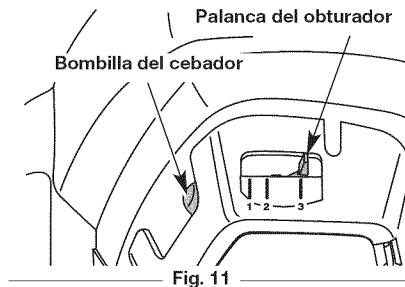
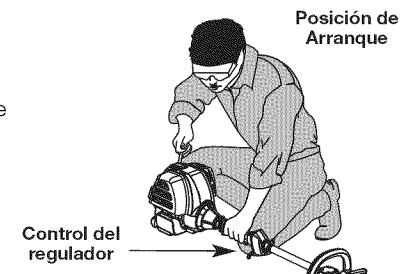

Fig. 11
Fig. 12
**ADVERTENCIA:** Evite los arranques accidentales. Colóquese en posición de inicio cuando tire de la cuerda de arranque (Fig. 12). El operador y la unidad deben estar en una posición estable al arrancar la unidad para evitar graves lesiones personales.
- Oprima completamente el cebador y suéltelo 10 veces. Hágalo lentamente. Se deberá ver un poco de combustible en el cebador y en las tuberías de alimentación de combustible (Fig. 11). Si no puede ver el combustible en el cebador, oprímalos y suéltelos tantas veces como sea necesario hasta que vea combustible en el mismo.
- Coloque la palanca del obturador en **Posición 1** (Fig. 11).
- Agáchese en posición de arranque (Fig. 12). Oprima la traba del regulador hacia adentro y apriete la palanca de control del regulador. Hale el cordón de arranque 5 veces.
- Coloque la palanca del obturador en **Posición 2** (Fig. 11).
- Mantenga apretado el control del regulador, ponga la palanca del obturador en la **Posición 3** (Fig. 11) y haga funcionar la unidad durante 60 segundos más. La unidad se puede usar durante este paso.
**SI...** el motor funciona con fallas, vuelva a colocar la palanca del obturador en la **Posición 2** (Fig. 11) y continúe calentando el motor.
**SI...** el motor no arranca después de unos cuantos intentos, coloque la palanca del obturador en la **Posición 3**, y oprima el gatillo. Apriete y mantenga apretado el botón de **ENCENDIDO (I)** del arrancador eléctrico o taladro a intervalos de 2 segundos hasta que la unidad arranque.
- Crouch in the starting position (Fig. 12). Place the electric starter or power start bit into the back of the unit. Refer to the *Operation section of the Electric Starter or Power Start Bit™* operator's manual.
- Presione el cierre de la válvula reguladora adentro y exprime completamente la palanca de mando de válvula reguladora. Presione y sostenga el arranque eléctrico o perfora ARRANQUE (I) el botón por 2 segundos.
- Mientras que presiona el cierre de la válvula reguladora adentro y exprime el control de válvula reguladora, presione y sostenga el arranque eléctrico perforando ARRANQUE (I) el botón para 2 segundos intervalos hasta que la unidad comience.